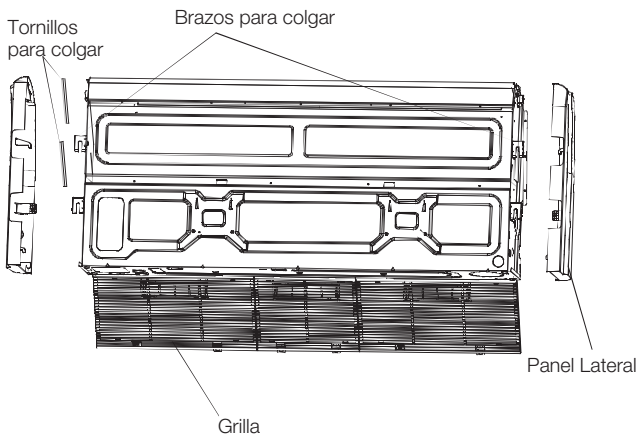

Fig.5-8
- Remueva el panel lateral y la grilla. (Fig. 5-8)